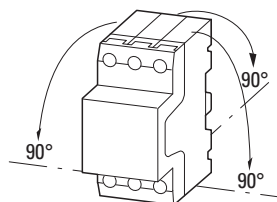

Abbildung 7: Zugelassene Einbaulage für Motorschutzschalter PKZM4.../XTPR...DC1
- ▶ Montieren Sie den Motorschutzschalter nur wie in → Abbildung 7 dargestellt.